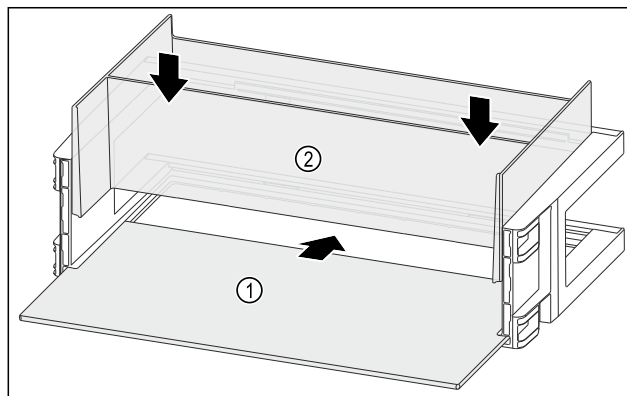

Fig. 126
- Wsunąć półkę Fig. 126 (1) w boczne wycięcia.
- Włożyć organizmer Fig. 126 (2).